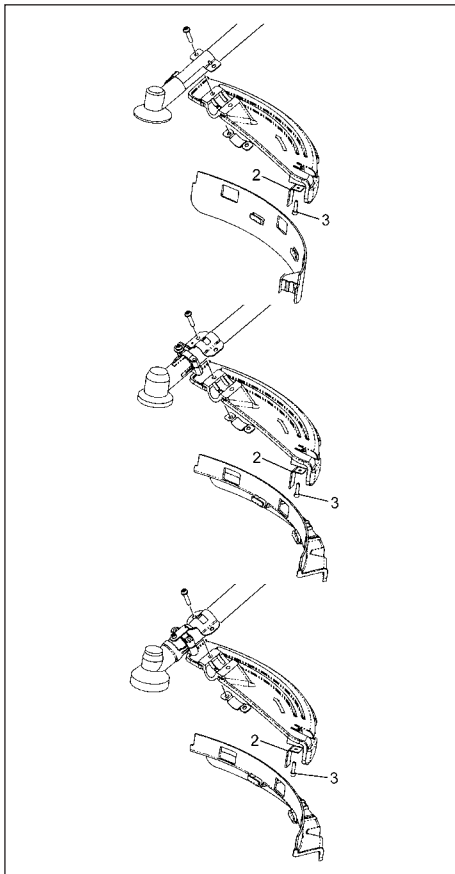

Fig. 1-8
#### **Montering av klingskydd (Fig. 1-8)**
**OBS! (Fig. 1-8)**